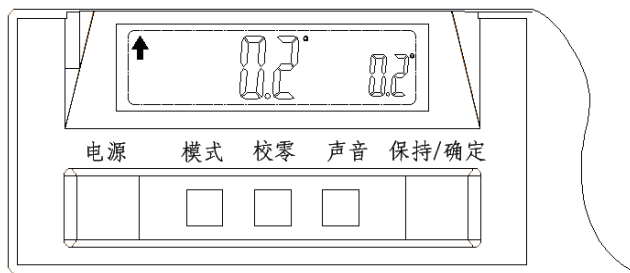

图 G-4
3) 1 秒后，坡度计进入工作状态，液晶显示区显示测量角度，见图 G-4；